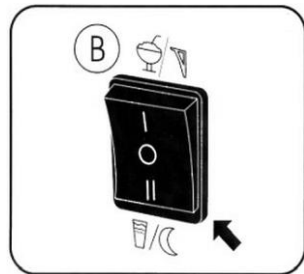

Fig. 6
1. Para desligar a máquina de slushie, pressione o interruptor principal de ligar/desligar (A) para a posição "O".
2. Se o produto permanecer durante a noite na máquina de slushie, o interruptor (B) deve ser regulado para a posição noturna (fig. 6).